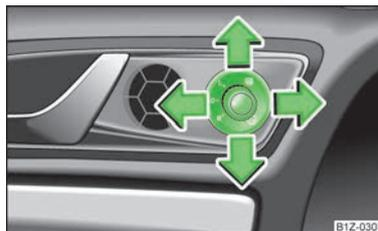

Fig. 39
► Poner el botón giratorio en la posición  » fig. 39.
En el caso de los vehículos con la función de memoria para el asiento del conductor, la superficie del espejo se abatirá un poco hacia abajo al acoplar la marcha atrás y si el botón giratorio está en la posición R » fig. 39. De ese modo, es posible ver el bordillo durante el aparcamiento.